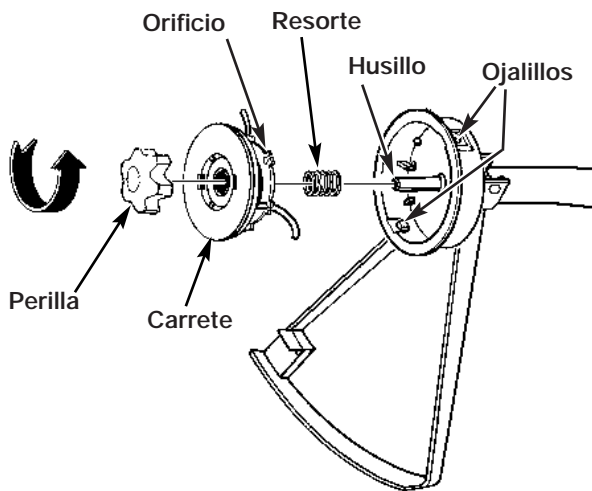

Fig. 13
1. Girar la perilla en sentido contrario de las manecillas del reloj y sacarla (Fig. 13).
7. Instalar el resorte sobre el husillo. Insertar cada extremo de la línea a través de uno de los ojillos de la caja (Fig. 13).